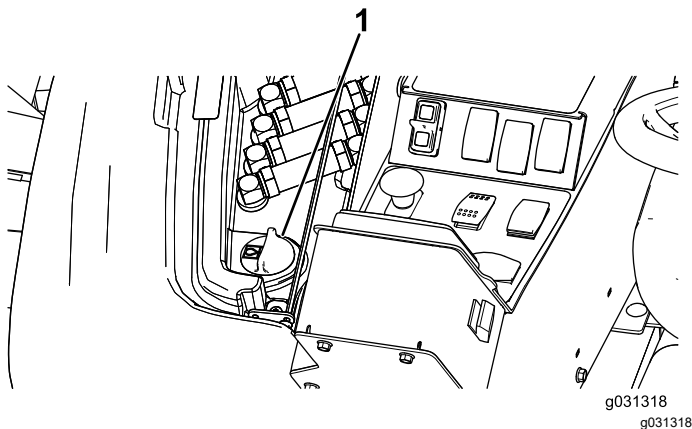

Bild 132
2. Heben Sie rechts an der Maschine die Abdeckung an, um den Hydraulikbehälterdeckel frei zu legen (Bild 132).
3. Reinigen Sie den Bereich um den Füllstutzen und den Deckel des Hydraulikbehälters (Bild 132).